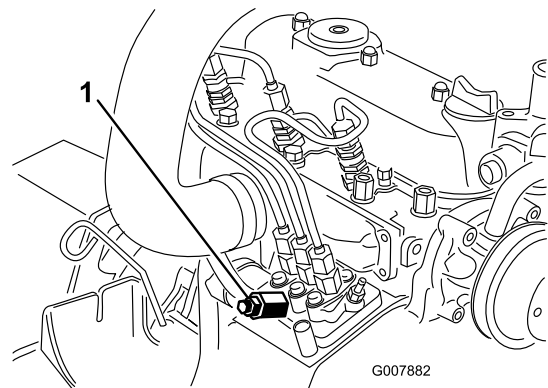

Figura 41
3. Coloque um tapete sob o parafuso de purga de ar na bomba de injeção de combustível e abra-a (Figura 41).